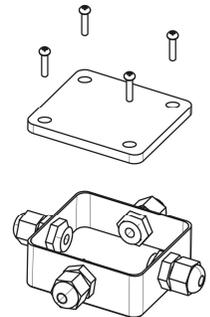

Рис.1
- 5.2 Открутить 4 винта крышки распределительной коробки (см. рис.1).